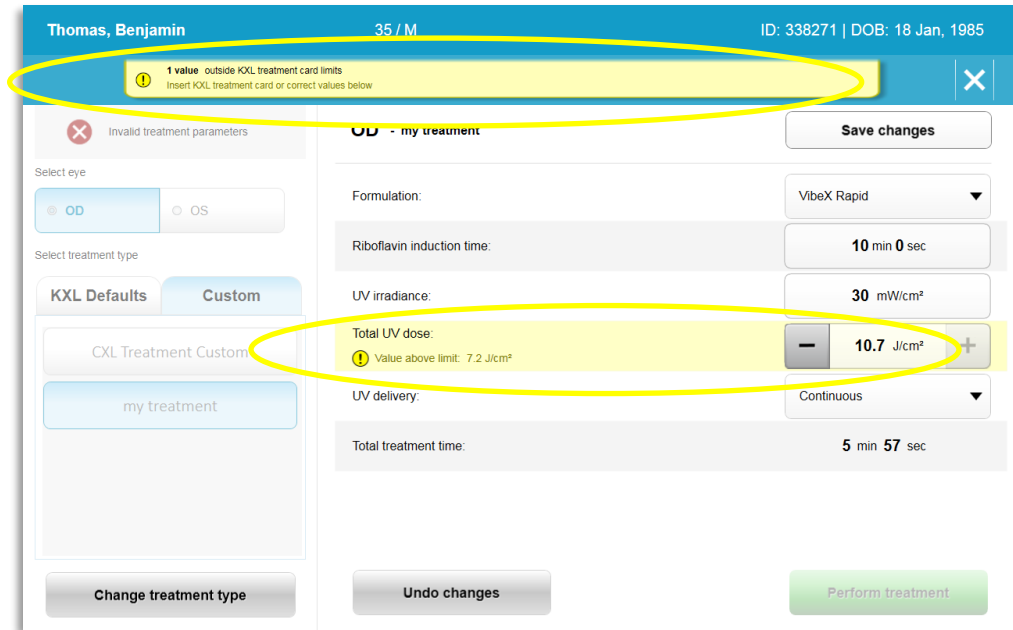

Figura 3-15. Parametri di trattamento non validi
- Se non rimangono trattamenti sulla scheda, il sistema chiede all’utente di inserire una nuova scheda, come mostrato nella Figura 3-15.